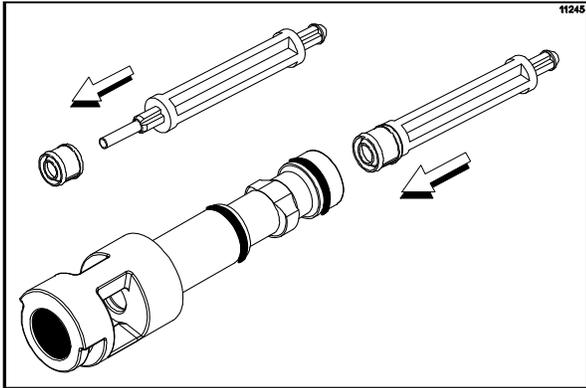

Figura 117
7. Inserte el sello del eje del rotor hasta el fondo de la válvula de extracción. El sello del eje del rotor debe entrar en la ranura para sello localizada en el interior de la cavidad de la válvula de extracción. (Vea la figura 117).